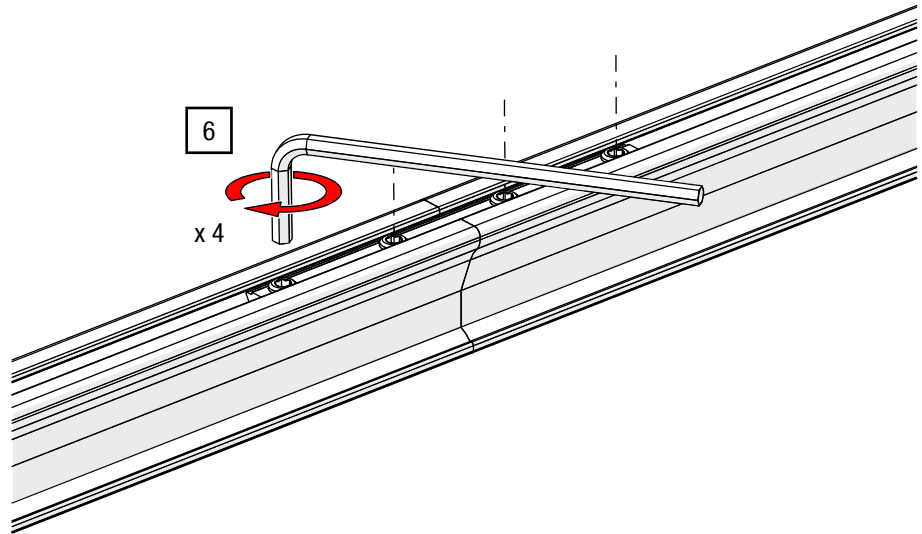

Abb. 21: Schienenverbinder – Madenschrauben anziehen
6. Ziehen Sie die vier M5 Gewindestifte vom mittig liegenden Stoß weg nach außen mit einem ISK SW 2,5 und Drehmoment von 6 Nm an (siehe Abb. 21).